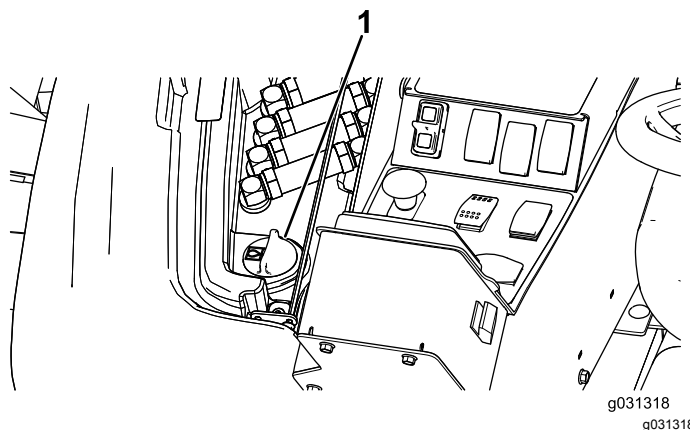

Bild 120
2. Heben Sie rechts an der Maschine die Abdeckung an, um den Hydraulikbehälterdeckel frei zu legen (Bild 120).
3. Reinigen Sie den Bereich um den Füllstutzen und den Deckel des Hydraulikölbehälters (Bild 120).